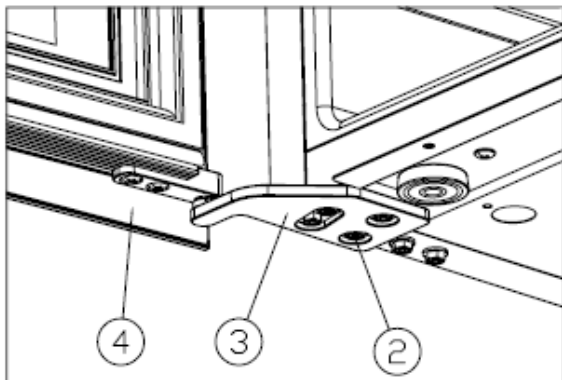

Abbildung 5
- ✧ Montieren Sie das rechte obere Scharnier ③ und ziehen Sie die Schrauben M5\*16 ② fest [Abbildung 5].